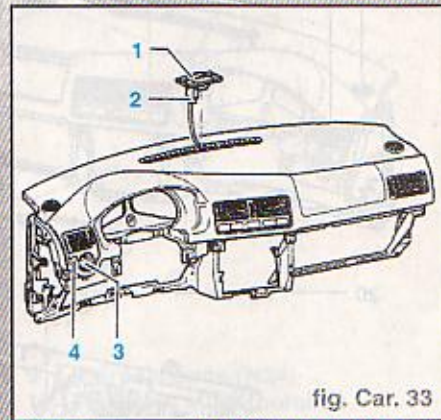

fig. Car. 33
- Abaisser légèrement le combiné d'instruments (1) et l'extraire du tableau de bord (2).
- Déclipser le capteur de température (1) et débrancher la fiche (2) (fig. Car. 33).